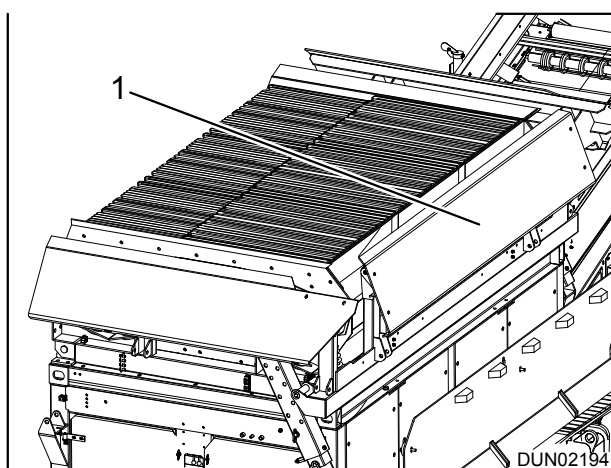

Figure 5.11 - Achterklep in de transportpositie
6. Herhaal het proces opnieuw om de achterklep (item 1) te laten zakken, zie afb. 5.11.